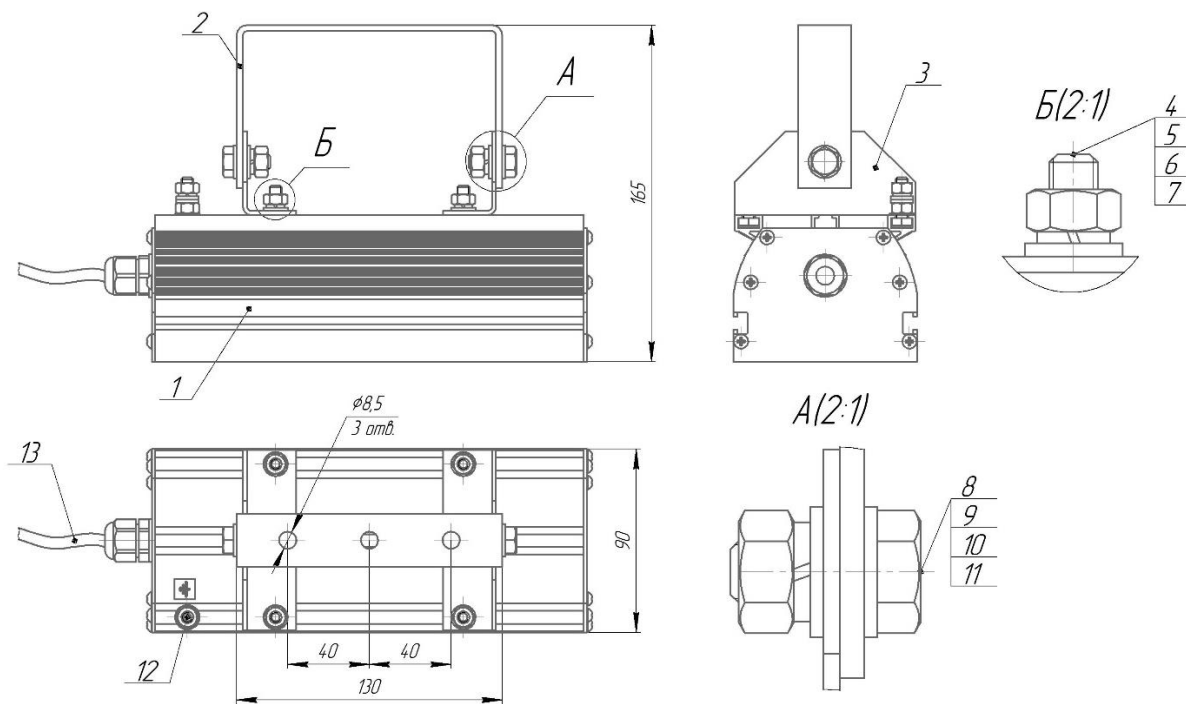

Рисунок 2 - Установка поворотного кронштейна
2.2.1.1 Уголки (рисунок 2 поз.3) установить на корпус светильника (рисунок 2 поз.1) с помощью болтов М6х16 (рисунок 2 поз.4), шайб 6 (рисунок 2 поз. 5), шайб пружинных 6 (рисунок 2 поз. 6), гаек М6 (рисунок 2 поз. 7), не затягивая гайки полностью.
2.2.1.2 На уголки (рисунок 2 поз.3) установить скобу (рисунок 2 поз.2) и закрепить с помощью болтов М8х18 (рисунок 2 поз.8), шайб 8 (рисунок 2 поз.9), шайба пружинных 8 (рисунок 2 поз.10), гаек М8 (рисунок 2 поз.11), не затягивая гайки полностью. Установить кронштейн в рабочее положение и затянуть
гайки М6 (рисунок 2 поз.7) с моментом 6 Н*м. Установить необходимый угол светильника и затянуть гайку М8 (рисунок 2 поз. 11) с моментом 15 Н*м.